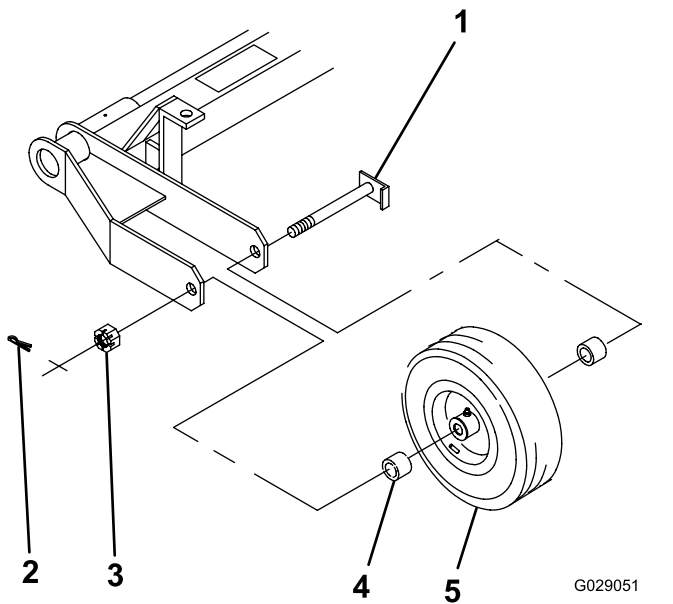

Figura 3
1. Coloque la rueda y 2 espaciadores (1 en cada lado del cubo de la rueda) entre los brazos del bastidor, como se muestra en Figura 3.
2. Introduzca el eje por el bastidor, los espaciadores y la rueda (Figura 3).
3. Enrosque la tuerca ranurada sobre el eje (Figura 3) y apriétela con una llave manual a entre 8 y 20 N·m.
7. Instale la chaveta (Figura 3).